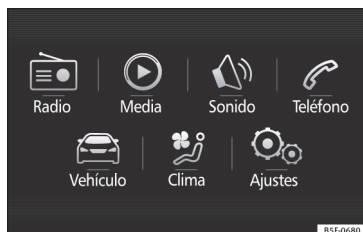

Fig. 41 Ver ubicación en la pág. 9-10
- Pulse la tecla **MENU** del sistema y posteriormente el botón **CAR** » Fig. 41, o la tecla **CAR** del sistema, para ir al menú **CAR** » Fig. 42.